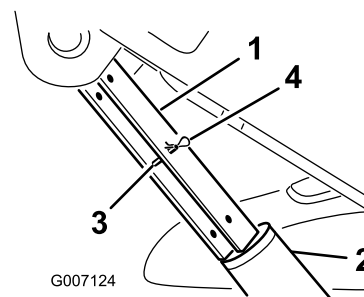

Figure 30
5. Placez le dispositif de verrouillage sur la tige du vérin et fixez-le en position à l'aide de l'axe de chape et de la goupille fendue (Figure 30).